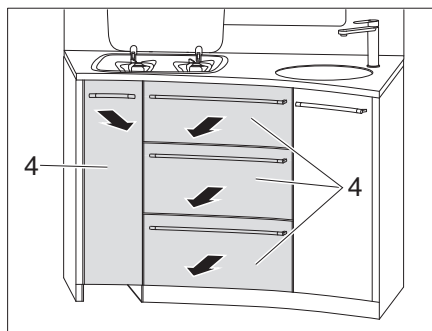

Bild 129 Küchenschubladen herausnehmen
- Küchenschubladen (Bild 129,4) herausnehmen.